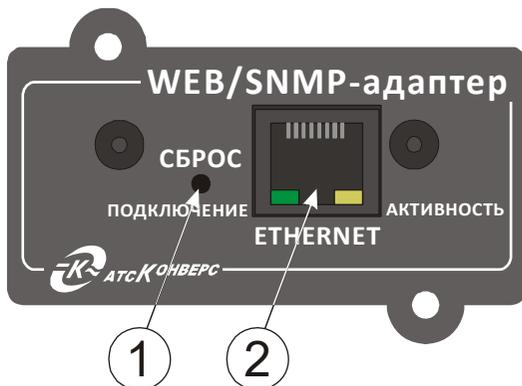

Рисунок 1 - Передняя панель адаптера
3.1.1. На передней панели адаптера (рисунок 1) расположены: